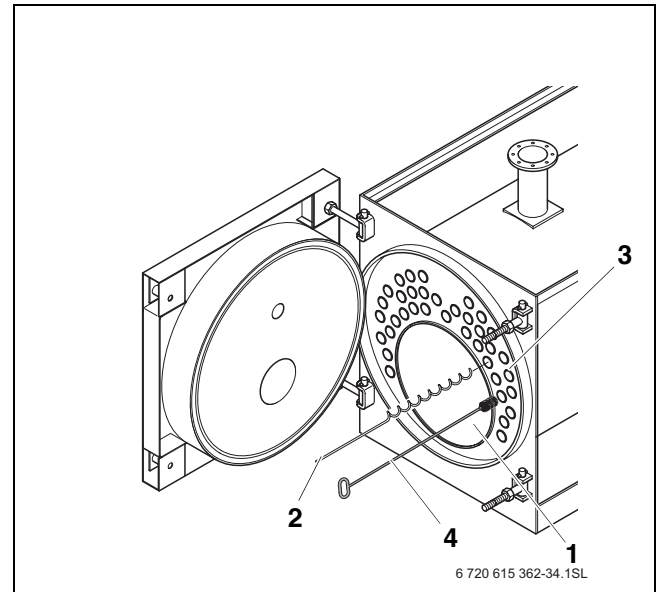

Рис. 34 Чистка поверхностей нагрева
- Удалите нагар из топочной камеры (→ рис. 34, стр. 43), газоотводящих каналов, а также из сборного коллектора дымовых газов [1].